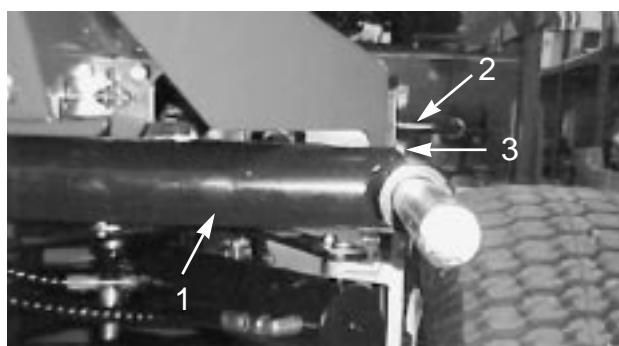
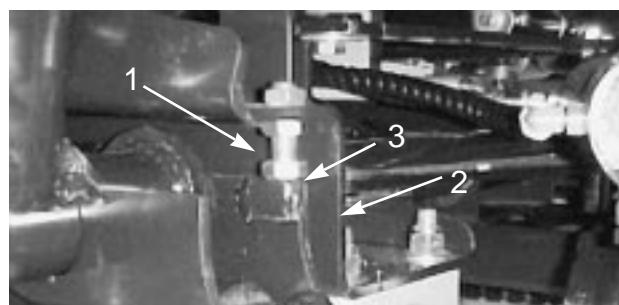
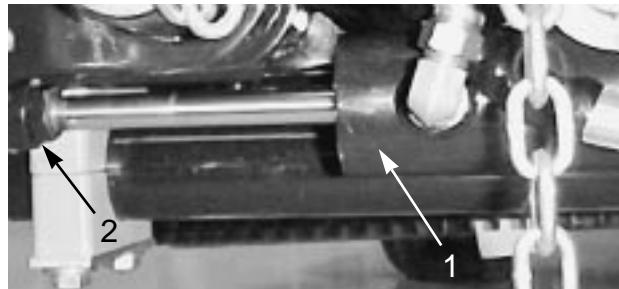

図10
図11
図12
1. エンジンを始動し、デッキを上昇させ、各昇降アームとフロア・プレート・ブラケットの間のすきまを測定する（図10）。この値が5~8 mmの間にない場合は、ストップボルト（図11）を戻し、シリンダ（図12）を調整して隙間を作る。シリンダの調整は、シリンダについているジャムナットを戻し、ロッドの端部からピンを抜いてクレピスを回転させて行う。調整が終わったらピンを取り付けて隙間の大きさを確認し、必要に応じて再調整する。
2. 各昇降アームとストップボルトとの隙間（図11）が0.13~1.0 mmの間にあるかどうか点検する。この範囲になければストップボルトを調整する。